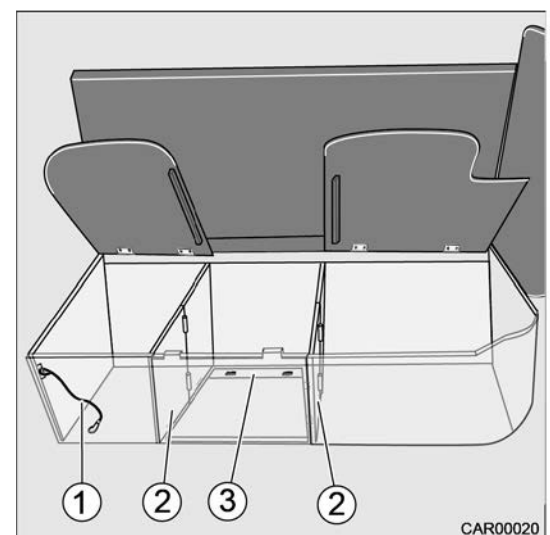

Fig. 31 Transformation du 5e siège
5. Détendre le tendeur élastique (Fig. 31/1) tout en tenant le fond pliant (Fig. 31/3) avec la main.
6. Déplier prudemment le fond pliant (Fig. 31/3), le guider vers le bas et le poser sur l'entretoise.
7. Plier les éléments latéraux (Fig. 31/2) vers le milieu. Ce faisant, introduire les rainures dans les éléments latéraux (Fig. 31/2) dans les tenons du fond pliant (Fig. 31/3).